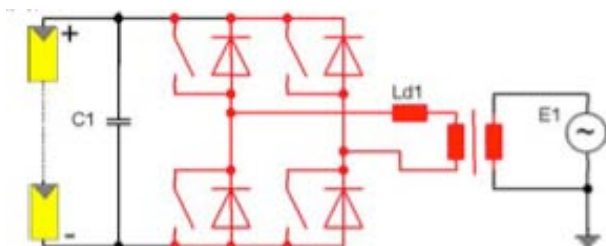

Figure 4 :Circuit simple utilisant un pont de transistors (source : ISET [2])
UDC correspond à la tension aux bornes du condensateur d'entrée d'un montage simple (figure 4) et UL1 à la tension injectée au réseau donc de fréquence 50 Hz.
- La figure 4 présente un exemple de circuit simple composé d'un pont de transistors commandé par PWM*. Le signal alternatif obtenu est ensuite filtré par l'inductance Ld située avant le transformateur* (ou Lac sur les autres schémas) afin d'obtenir un signal alternatif **sinusoïdal** à la fréquence du réseau.